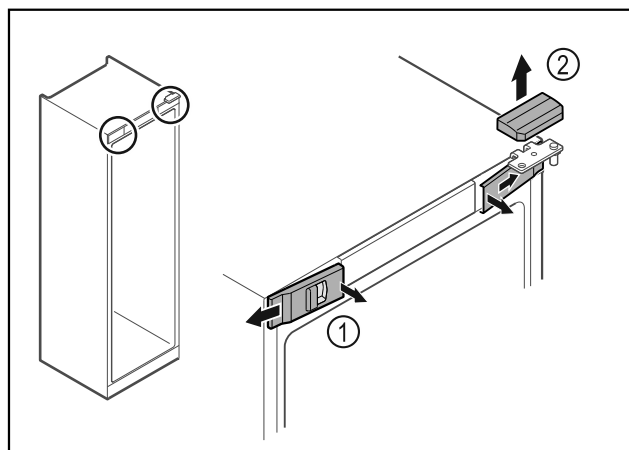

Fig. 14
- ▶ Atbrīvojiet priekšējos pārsegus Fig. 14 (1) iekšpusē un noņemiet uz sāniem.
- ▶ Noņemiet augšējo pārsegu Fig. 14 (2) uz augšu.